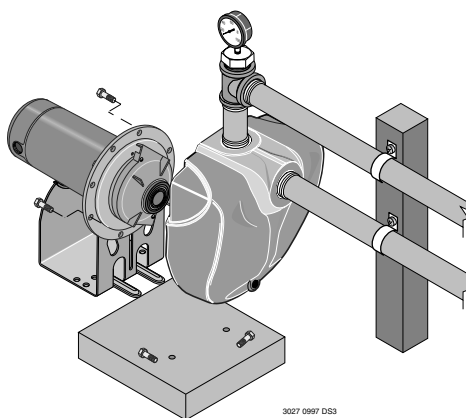

Figure 13 : Éloigner le moteur
Pour réparer le moteur ou le remplacer ainsi que les joints, la pompe et les tuyaux doivent être débranchés (Figure 13). Si le moteur est remplacé, remplacer aussi le joint de l'arbre (Réf. 5, page 12). Toujours avoir en sa possession un joint de rechange pour utilisation ultérieure.
2. Déposer les vis à chapeaux de fixation de la plaque d'étanchéité sur le corps de la pompe. L'ensemble moteur et plaque d'étanchéité peut être éloigné du corps de la pompe (Figure 13). Déposer PRUDEMMENT le joint.